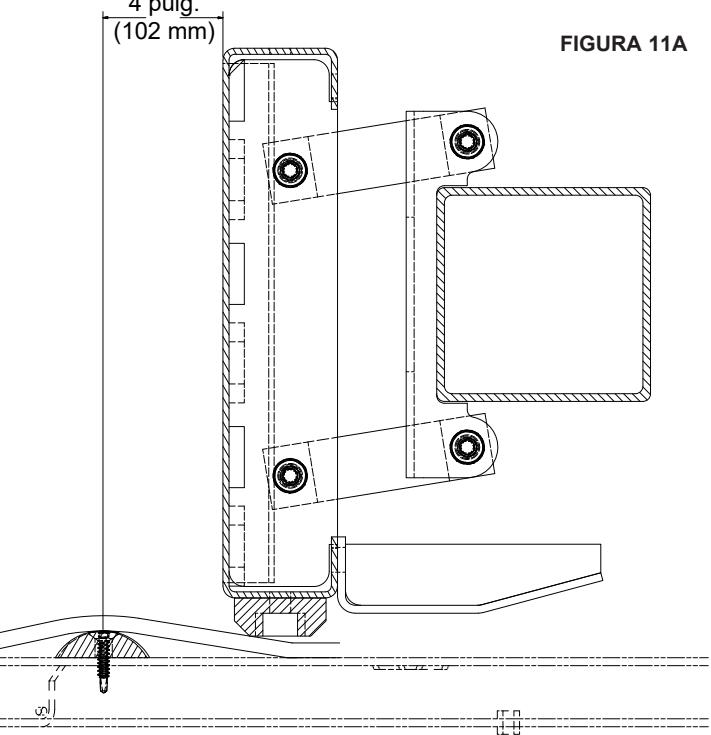

FIGURA 11A
7. Instale la barra de elevación de mitad de óvalo. La barra de seguridad se envía suelta. (Consulte la Figura 11A).